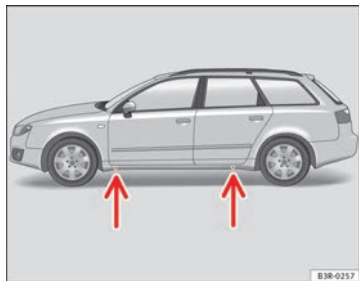

Abb. 194 Radwechsel:
- Suchen Sie den **Aufnahmepunkt** am Unterholm, der dem defekten Rad am nächsten liegt ⇒ Abb. 194 -Pfeile-.
Am Unterholm kennzeichnen jeweils vorn und hinten Eindrückungen die Stellen, an denen der Wagenheber angesetzt werden darf ⇒ Abb. 194 -Pfeile-. Es gibt für jedes Rad genau *eine* Stelle. An anderen Stellen darf der Wagenheber nicht angesetzt werden.